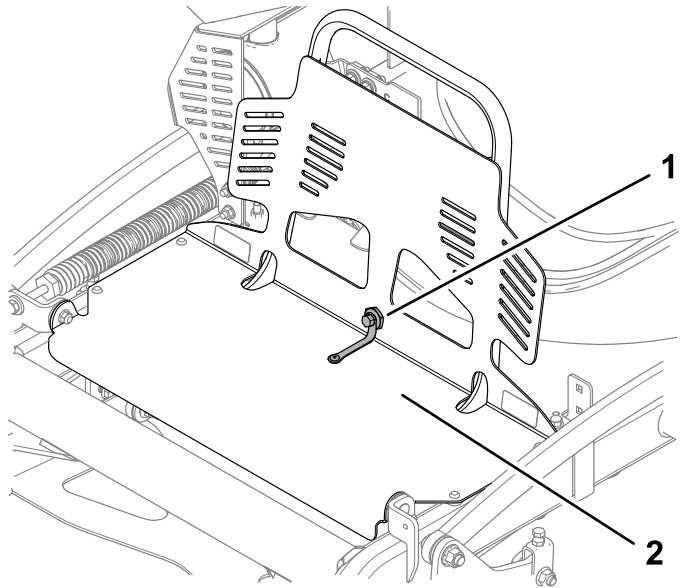

Bild 35
2. Befestigen Sie den Motorschutz mit der Schraube und der Ansatzmutter an der Schutzverlängerung, wie in Bild 35 dargestellt.